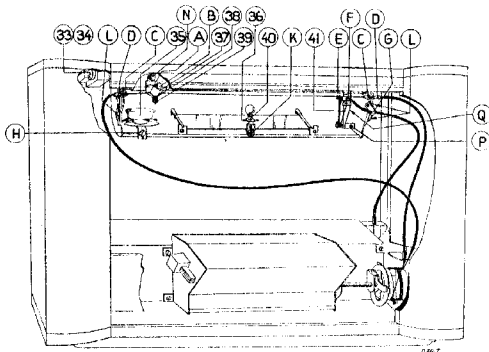
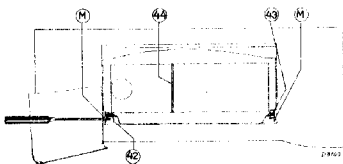

Fig. 7
Fig. 9
Het uitkasten (zie fig. 7).
- De juiste ligging der aandrijfkabels is aangegeven in fig. 7. Bij minimum condensatorcapaciteit moet het bevestigingsschroefje in de aandrijfrol naar beneden wijzen, terwijl de indicator op de stationsnamenschaal eveneens op minimum staat.
- De boutjes L (fig. 7) een slag losdraaien en de schaal aan de voorzijde zoo ver naar voren drukken dat de beide schroeven M (fig. 9) aan de bovenzijde van het apparaat zichtbaar worden.
- Kartelschroef N (fig. 7) uitdraaien, hierdoor komt de wijzer met het klembegeltje los en kan uit de klapschaal genomen worden.
Deze wordt in zijn geheel geleverd. Na uitdraaien van de schroeven P en Q (fig. 7), is het geheel gemakkelijk bereikbaar en kan de schuifkabel overgezet worden naar de nieuwe indicator.